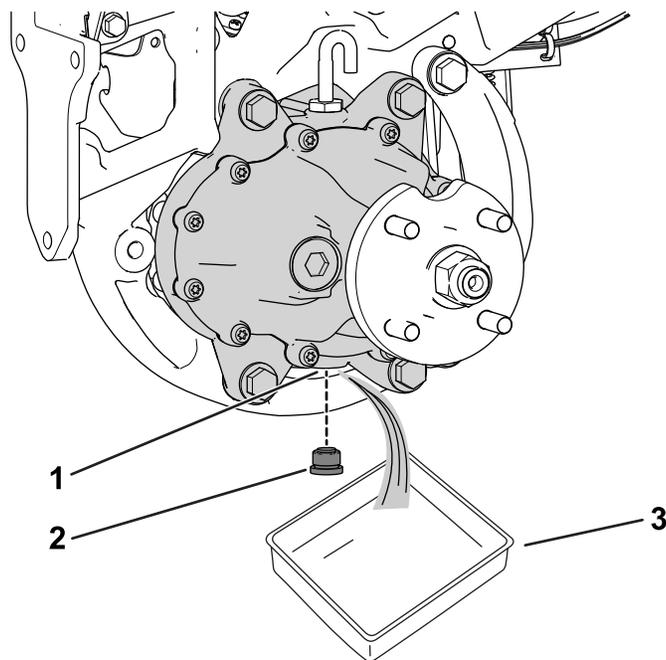

Figure 58
3. Placez un bac de vidange sous le moteur de roue (Figure 58).
4. Enlevez le bouchon de l'orifice de vidange (Figure 58).
6. Remettez le bouchon dans l'orifice de vidange (Figure 58).